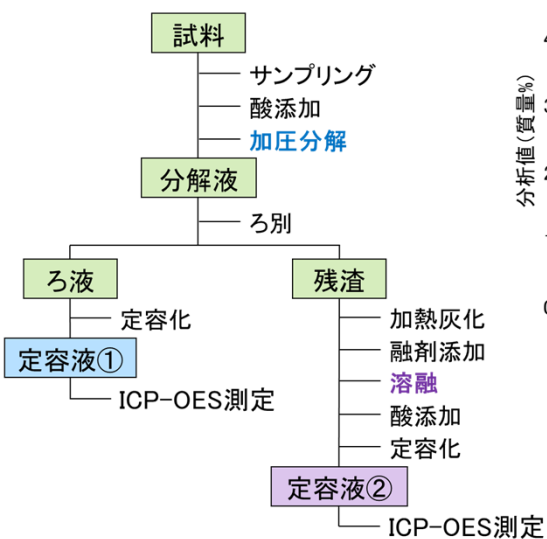

図1. 分析フロー(加圧分解+熔融)
- ・加圧分解によりアルミナは溶解したが、Ruは溶解が不十分 (図1. 定容液①のみ測定)
- ・残渣をアルカリ熔融することで、Ruも完全に溶解でき、再現性の良い結果を得ることができる (図1. 定容液①、②を測定)